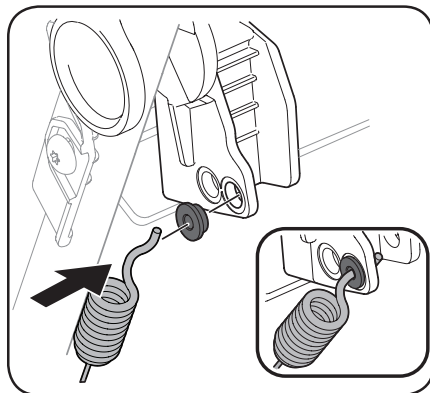

Figura 4-5
- Reemplace el casquillo del orificio inferior y resújete el cable a través del casquillo y el orificio inferior de la manija. Vea la Figura 4-5.